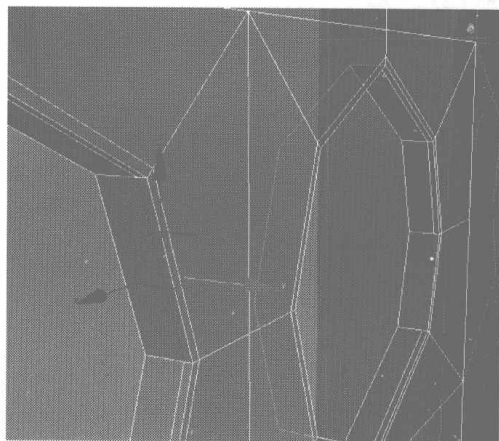
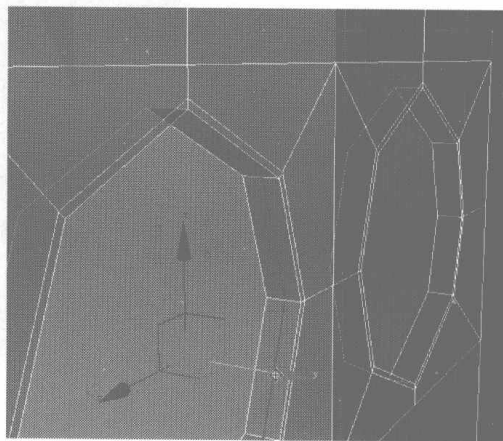

图 4.282
图 4.283
- 06** 选择如图 4.282 所示的两条边线，在 Selection 卷展栏中单击 **Loop** 按钮，选择其循环的曲线，然后调整曲线位置，如图 4.283 所示。